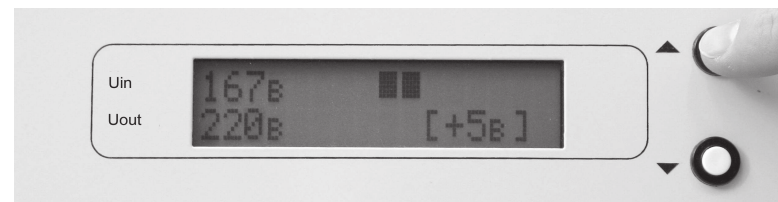

Рис. 9.
2. Кнопками, уменьшая или увеличивая значение, изменить корректирующее значение напряжения, которое будет отображаться числом в скобках со знаком “-” или “+” (рис.9). Диапазон корректировки ± 15 В с шагом 1 В.